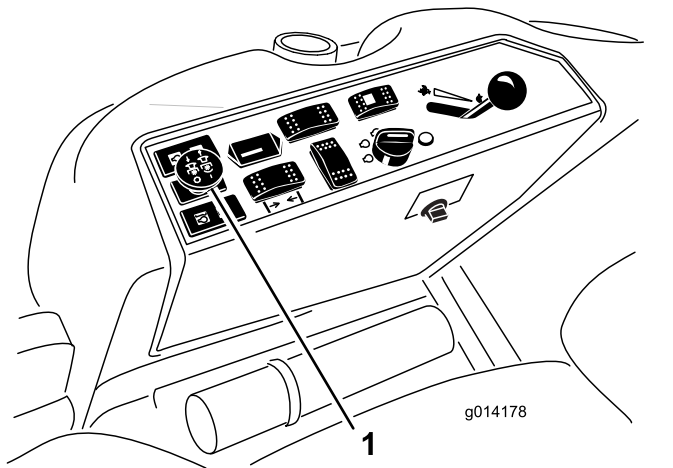

Figura 24
3. Tire hacia arriba del interruptor de la toma de fuerza para engranarla (Figura 24).